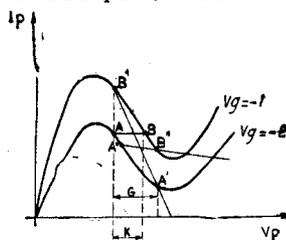

Figure 7
Reprenons notre lampe à écran (fig. 7). Cette fois, pour aller de A en B, dans le sens d'une augmentation de V_g , il faut augmenter V_p ; ΔV_p et ΔV_g sont en phase, ce qui vérifie le raisonnement ci-dessus. Envisageons le cas d'une liaison à résistance et adoptons une tension plaque calculée de façon à travailler dans la zone plongeante. Appelons R la charge, compte tenu de l'effet de shunt de R_g , et plaçons-nous dans les conditions les plus simples (fréquences du médium). Le gain est donné par :
En ce cas, le gain est positif et inférieur à K en valeur absolue. Sur la figure 7, la droite de charge correspondante est A'B'. Pour aller de A' en B', il faut diminuer V_p ou augmenter V_g . ΔV_p et ΔV_g sont en opposition, comme dans le cas de l'amplification normale (1).